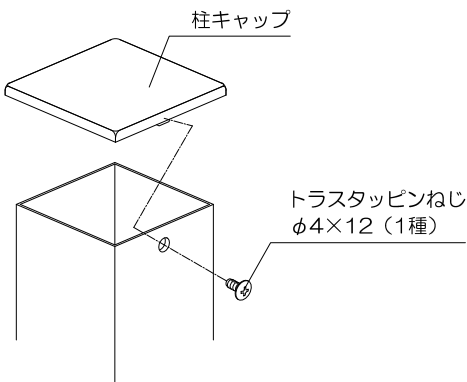
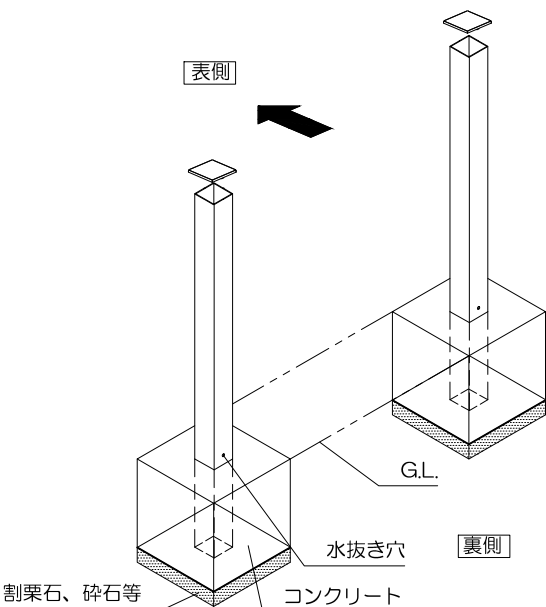

図2.キャップの取付
図3. 柱の取付
- 柱上部に柱キャップを取付け（図2）、柱の間隔・垂直・水平の確認・調整を行い、コンクリートで固定してください（図3）。